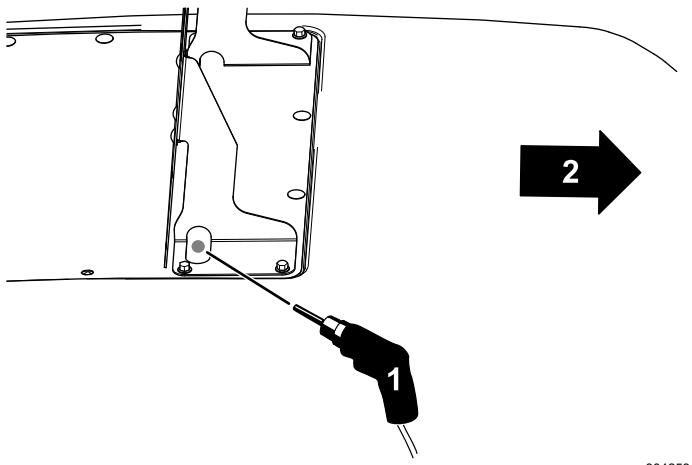

**Figura 30**
10. Fije el bastidor de placa de velocidad montado al capó con 4 pernos con arandela prensada ( $\frac{1}{4}'' \times \frac{3}{4}''$ ), 2 bastidores traseros y 4 contratuerca ( $\frac{1}{4}''$ ), tal y como se muestra en la Figura 30.